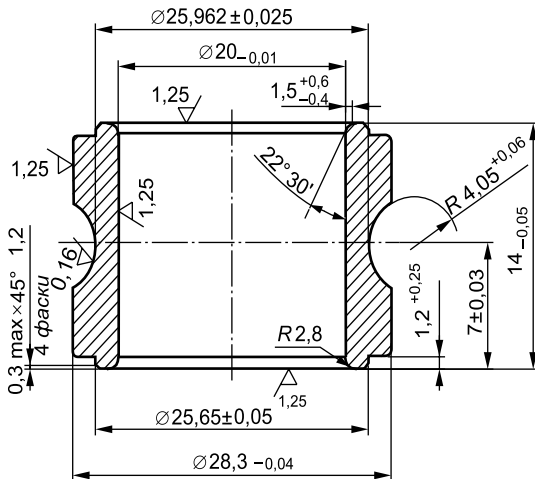

Рис. 1.1. Типовая машиностроительная деталь типа тела вращения
*Деталь* изготавливается из одного материала без применения сборочных операций. Характерный признак детали — отсутствие в ней разъемных и неразъемных соединений (рис. 1.1).